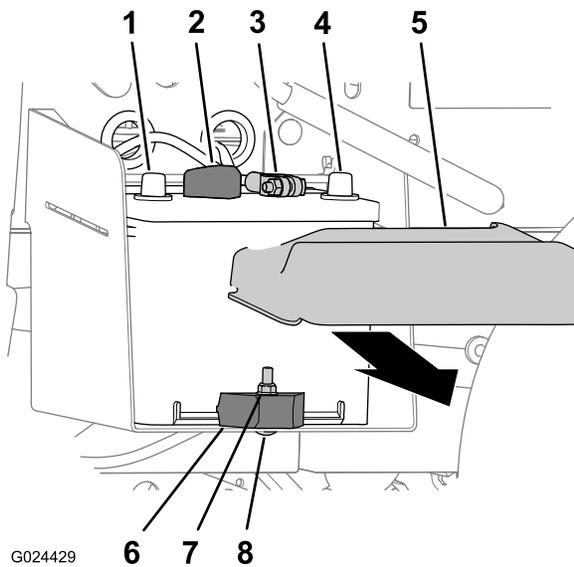

图 52
1. 挤压电池盖的侧面从电池顶部取下电池盖 图 52。
2. 将负极电池接线与电池的端子断开 图 52。
3. 将正极电池接线与电池的端子断开 图 52。
2. 卸下将电池固定到电池托盘的锁紧螺母、托架螺栓和电池夹 图 52。
3. 从电池托盘中取出电池 图 52。
1. 将电池与机器的电池托盘对齐 图 52。
**注意** 如 图 52 所示确保电池的正极和负极对齐。
2. 用电池夹、托架螺栓和锁紧螺母将电池固定到电池托盘 图 52。
1. 将正极电池接线连接到电池的端子 图 52。
2. 将负极电池接线连接到电池的端子 图 52。
3. 将电池盖安装到电池的顶部 图 52。